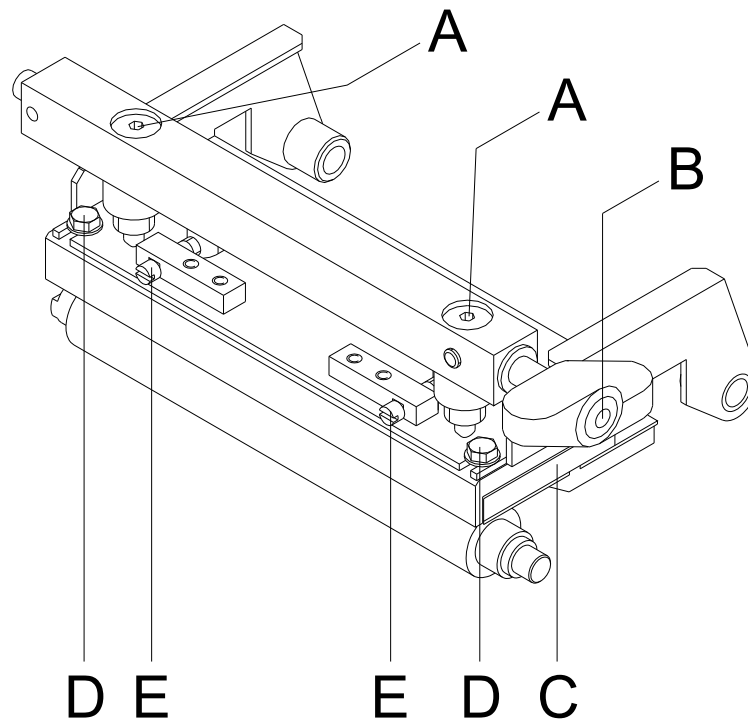

Abbildung 17
1. Schrauben (D, Abbildung 17) mit einem Sechskantschlüssel (SW 5) ca. $\frac{1}{4}$ Umdrehung lösen.
2. Parallelität mit den Stellschrauben (E, Abbildung 17) einstellen.
4. Schrauben (D, Abbildung 17) wieder anziehen.
1. Andruckschrauben (A, Abbildung 17) drehen, um den Druckkopfandruck zu verändern.
2. Drehen der Andruckschrauben (A, Abbildung 17) im Uhrzeigersinn ergibt eine Andruckerhöhung.
3. Drehen der Andruckschrauben (A, Abbildung 17) gegen den Uhrzeigersinn ergibt eine Andruckverringerung.